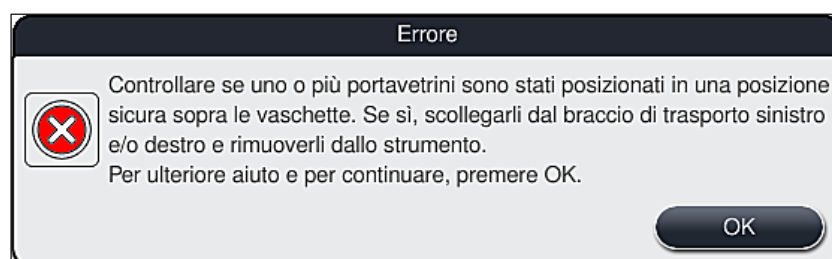

Fig. 106
2. In seguito il messaggio informativo chiede all'utente di controllare (→ "Fig. 106") se lo strumento ha messo uno o più portavetrini in una posizione sicura, tra due cuvette per reagenti (→ "Fig. 102").
3. Dopo aver premuto il tasto **OK** (→ "Fig. 106"), compare un altro messaggio informativo (→ "Fig. 107") contenente le istruzioni sulla corretta procedura per rimuovere i corrispondenti portavetrini.